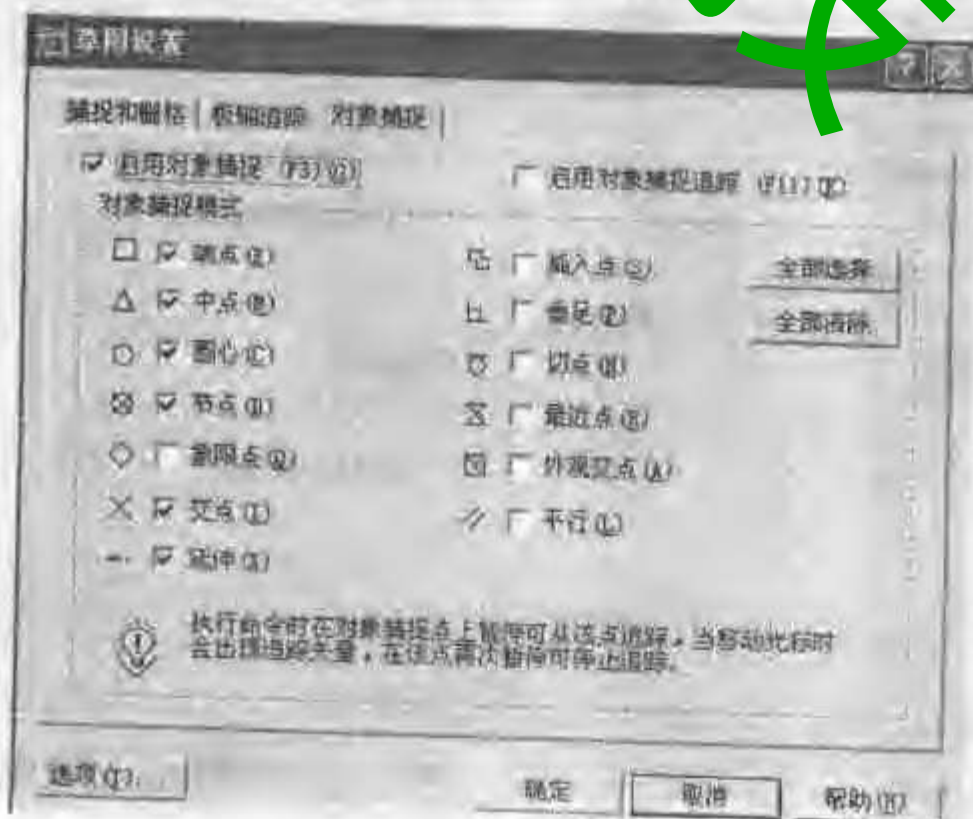

图 2-16 草图设置对话框
(1) 打开栅格: 用左键单击状态行的栅格 (Grid), 绘图窗口中的绘图界限内会出现标定位置的小点。
(2) 设置栅格: 用右键单击状态行的栅格 (Grid), 弹出草图设置 (Drafting Seleceng) 对话框如图 2-16 所示, 选择栅格设置标签, 可以进行栅格间距的设置。
右键单击状态行的对象捕捉 (Osnap), 弹出草图设置 (Drafting Setting) 对话框如图 2-16